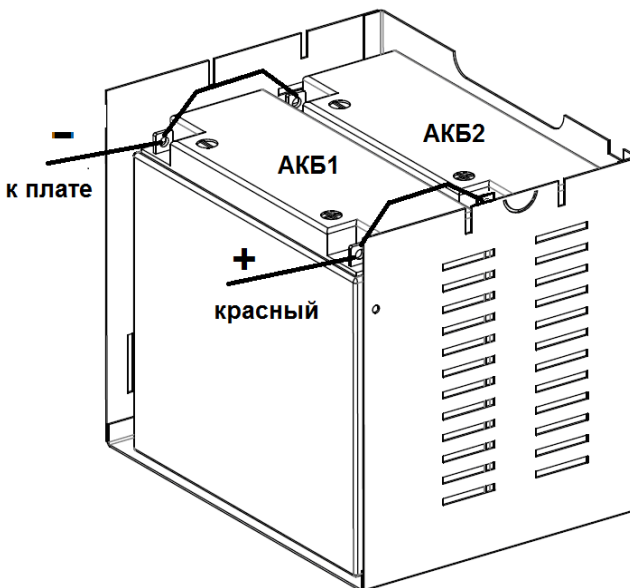

Рисунок 6 - Параллельное подключение 2-х АКБ 17 А*ч.
- установить в корпус АКБ (в случае установки двух АКБ - см. рис. 6)